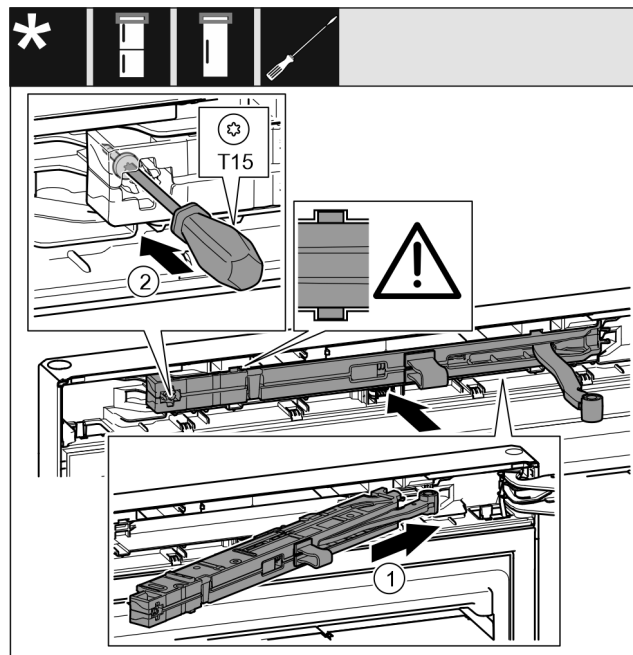

Fig. 22
- Introduire à fond l'amortisseur de fermeture du côté du support de palier dans la rainure en l'inclinant. Fig. 22 (1)
- Serrer la vis avec un tournevis T15. Fig. 22 (2)